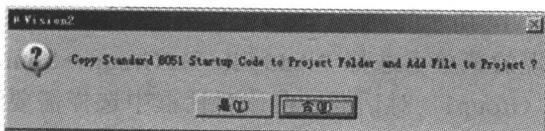

图 1-11 是否加载 8051 启动代码提示窗口
(3) 这里要求我们选择芯片的类型，Keil uVision2 IDE 几乎支持所有的 51 核心单片机，并以列表的形式给出。本书使用的是 ATMEL 公司的 AT89S52，在 Keil uVision2 IDE 提供的数据库（Data base）列表中找到此款芯片，然后单击“确定”按钮，会出现如图 1-11 所示的窗口，询问你是否加载 8051 启动代码，在这里我们选择“否”，不加载。（如果选择“是”，